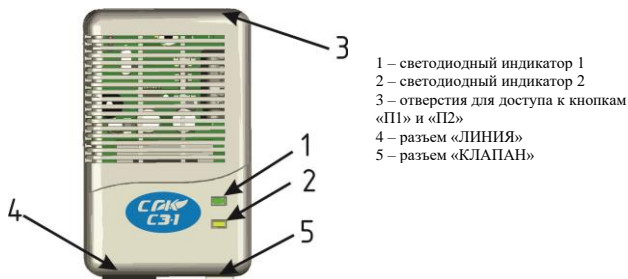

Рисунок 1. – Сигнализатор загазованности. Внешний вид.
Сигнализатор загазованности оснащен собственной световой (индикаторы 1 и 2 рис.1) и звуковой сигнализацией.
- клапан открыт – зеленый цвет свечения светодиода индикатора 2 (рис.1);
- клапан закрыт – желтый (оранжевый) цвет свечения светодиода индикатора 2 (рис.1);
При подаче питающего напряжения (или сигнала «Сброс» от ПК-3) сигнализатор переходит в режим «ТЕСТ», индикаторы 1 и 2 загораются зеленым цветом на 1 с, затем красным цветом. (рис. 1), а также включается звуковая сигнализация.
Затем сигнализатор переходит в режим «ПРОГРЕВ». При этом в течение первых трех минут для СГК С3-2 и одной минуты для СГК С3-1, СГК С3-3 игнорируется сигнал с датчика загазованности, что сопровождается прерывистым свечением светодиода индикатора 1 (рис. 1). Цвет свечения – зеленый. По истечении времени прогрева (табл. 1) сигнализатор входит в рабочий режим.